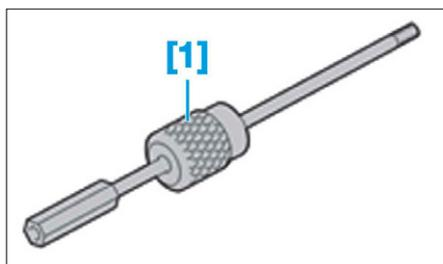

FIG. 5
- [1]. Extracteur à inertie (réf. 1671-T/0316-A) (Fig.5).